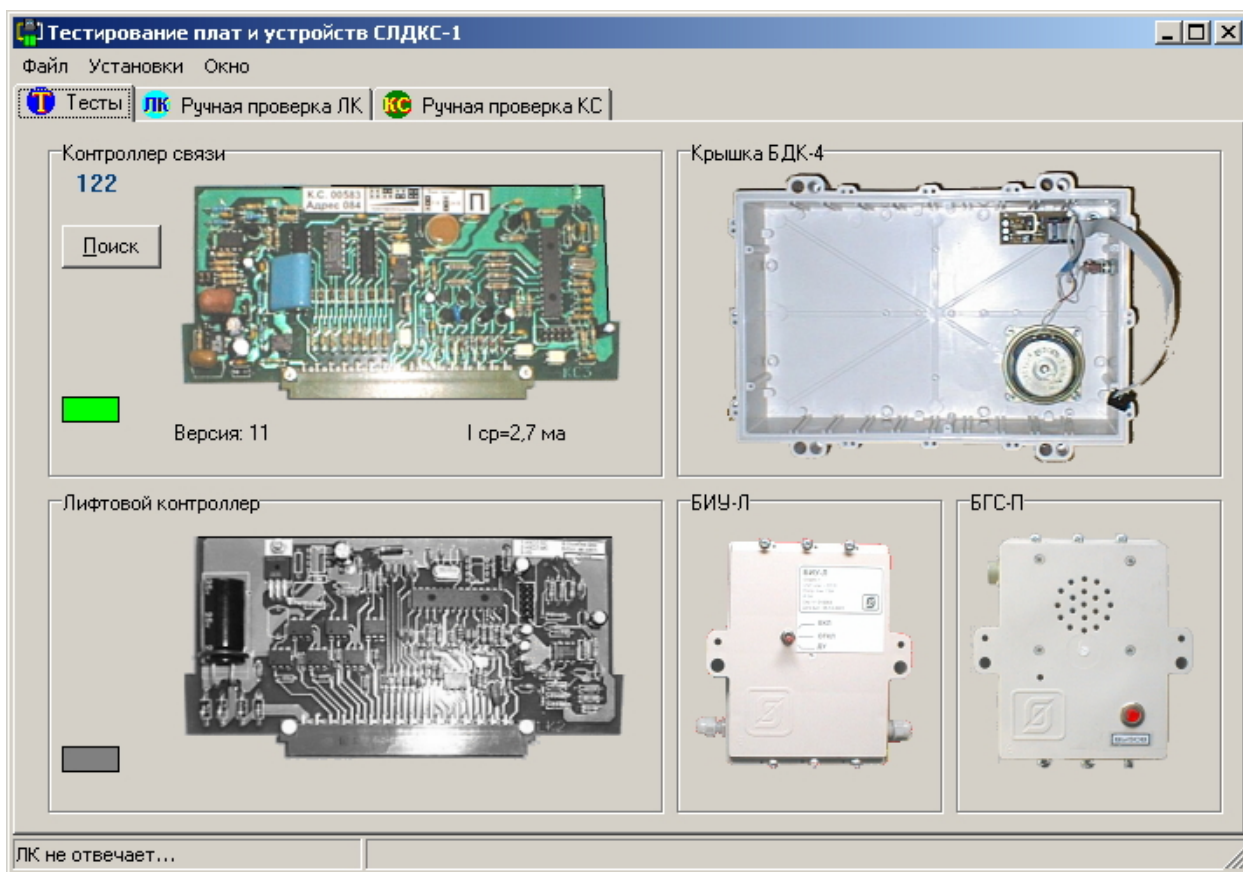

Рисунок 36. Лифтовой контроллер не обнаружен
2. При обнаружении лифтового контроллера изображение платы в программе становится цветным и загорается зеленый светодиод наличия лифтового контроллера (рисунок 36). В случае обнаружения лифтового контроллера перейдите к разделу «Тестирование платы ЛК в стенде».